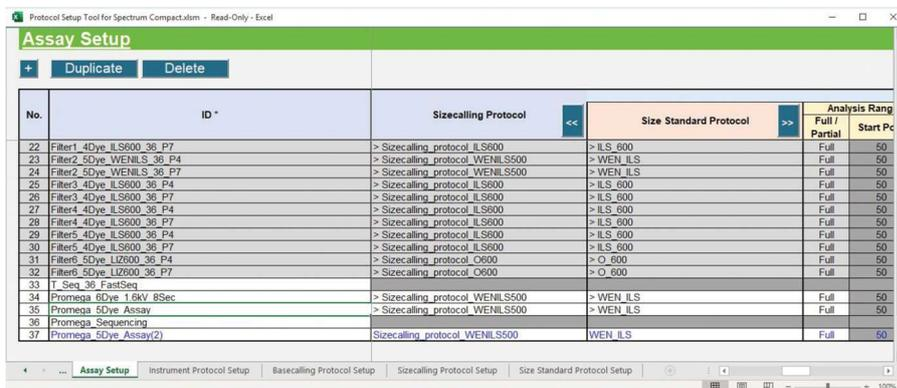

図 239 Size Standard Protocol の二重の矢印が表示されている Assay Setup ワークシート画面
9. 「Sizecalling Protocol」の列のヘッダーにある右向き⇨の二重の矢印を選択すると、「Size Standard Protocol」の列のヘッダーにある右向き⇨の二重の矢印も使用できるようになります。(図 239)